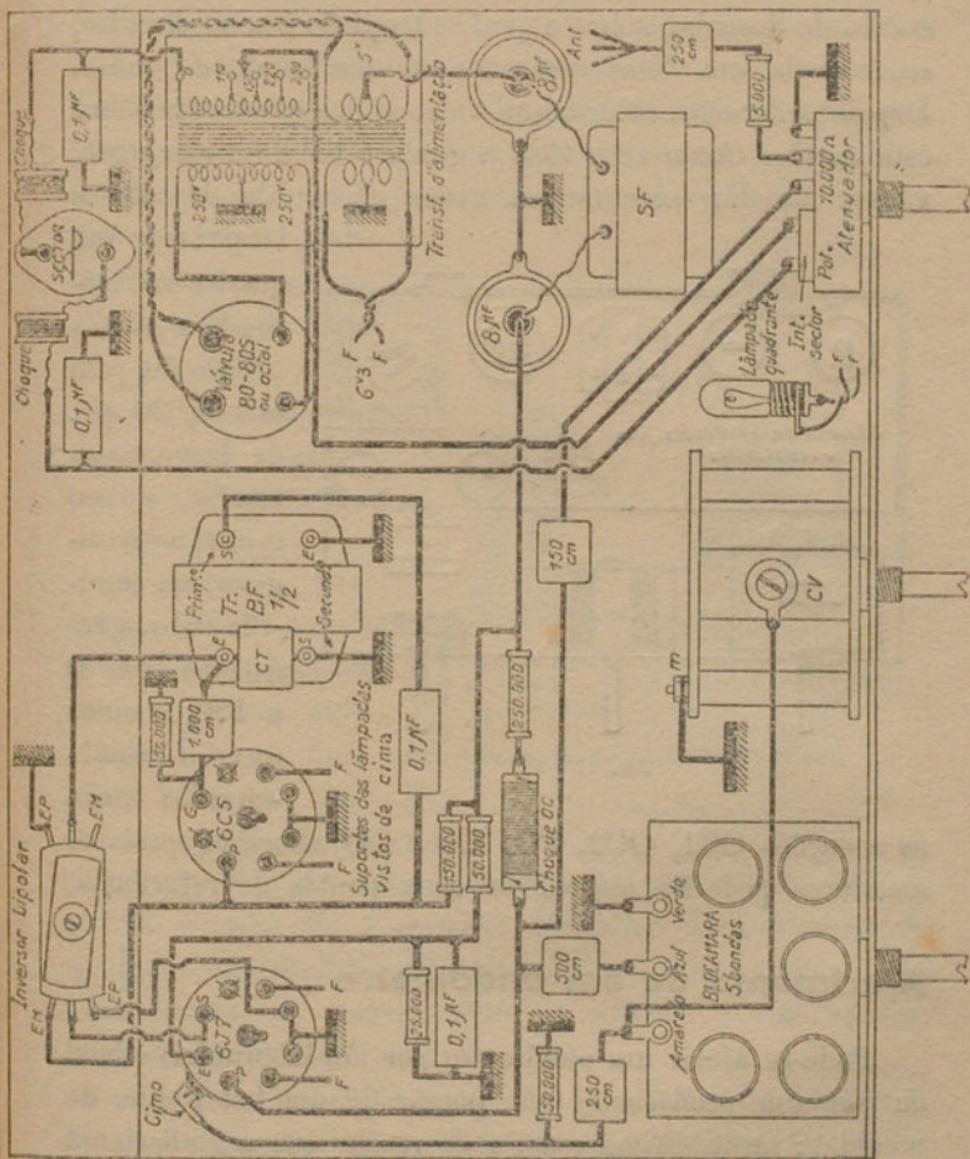

Fig. 15 — Ondômetro C
As diferentes figuras que ilustram êste capítulo mostram como se devem dispor os órgãos, como os devemos ligar entre si, de preferência com fio muito rígido, para evitar tôda a flutuação ulterior, que poderia traduzir-se por uma falta de regulação em AF. Mostramos também como se deve apresentar a caixa, que será tôda metálica (figs. 15, 16 (1), 17 e 18).